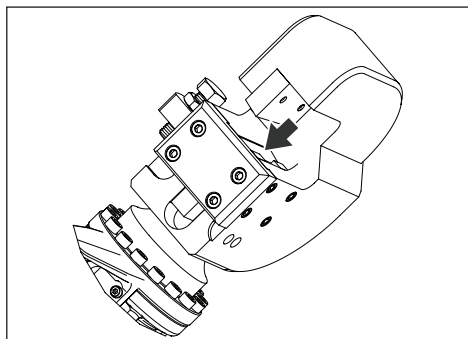

Figure 4, Piston et lame complètement rentrés (position d'origine)
- Lorsque le piston est complètement sorti, il repart automatiquement dans l'autre sens jusqu'à la position d'origine entièrement rentrée. Reportez-vous à la Figure 4.
Assurez-vous que le piston et la lame mobile sont dans la position d'origine et entièrement rentrés avant de poser l'objet dans la tête de coupe. Reportez-vous à la Figure 4.
2. Assurez-vous que le piston est dans sa position d'origine (entièrement rentré). Voir la Figure 4.